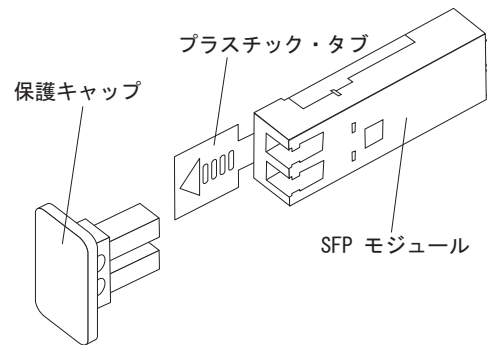

図 27. SFP モジュールのホスト・ポートへの取り付け
4. 所定の位置に確実に収まるまで、SFP モジュールをホスト・ポートに挿入します。63 ページの図 27 を参照してください。